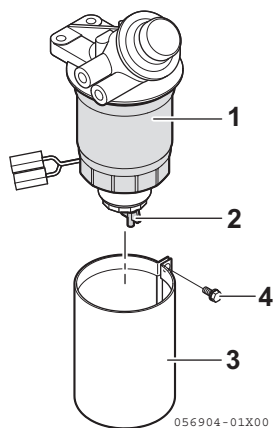

Abbildung 11
4. Die Ablass-Schraube (**Abbildung 11, (2)**) am Boden des Kraftstofffilters/Wasserabscheiders entgegen dem Uhrzeigersinn lockern und das gesamte Wasser und die Ablagerungen ablassen.